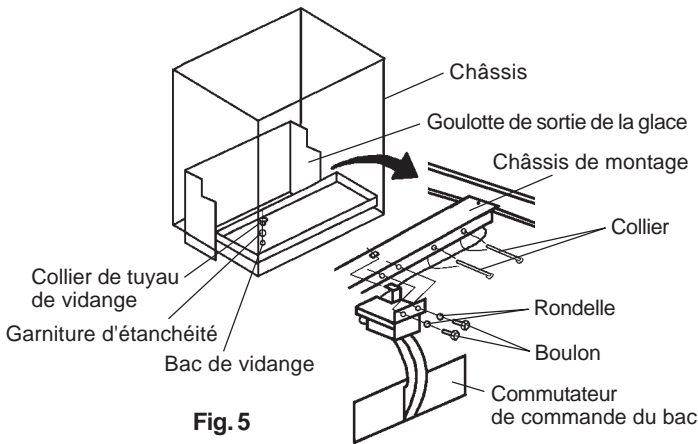

Fig. 5
- 6) Retirez le collier de tuyau de vidange et le bac de vidange. Fixez le commutateur de commande du bac au châssis de montage à l'aide des deux boulons et rondelles plates fournis. Attachez le câble du commutateur de commande du bac à l'aide des deux colliers de nylon. Placez la goulotte de sortie de la glace sur le châssis et remplacez le bac de vidange dans sa position correcte. Voir Fig. 5.